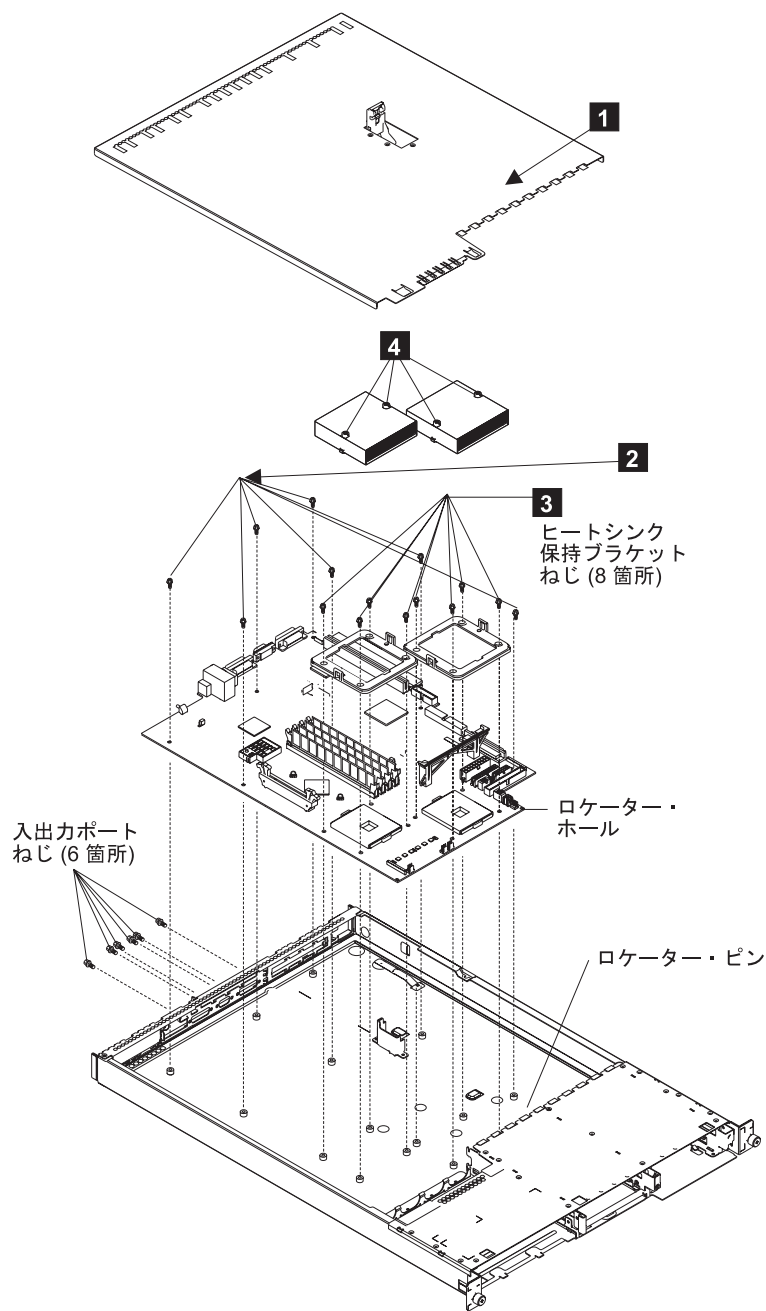

図 132. システム・ボードの取り外し
3. SAN ボリューム・コントローラーから上部カバー**1** を取り外します。図 132 を参照してください。
8. ヒートシンクの拘束ねじ **4** を外します。405 ページの図 132 を参照してください。
10. それぞれのヒートシンク保持ブラケット **3** からねじを取り外します。405 ページの図 132 を参照してください。
13. 7 個のねじ **2** を外します。405 ページの図 132 を参照してください。